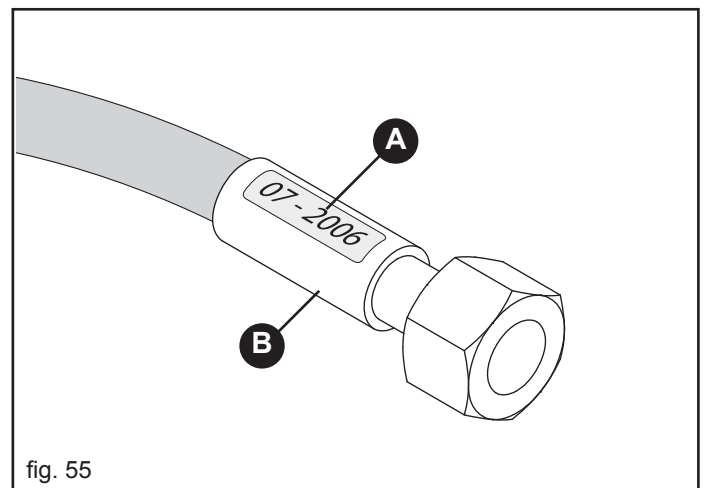

fig. 55
- pierderi în apropierea armăturii tubului (B, Fig. 55);
- coroziunea armăturii (B, Fig. 55);
- la depășirea a 5 ani de la fabricație (A, Fig. 55).